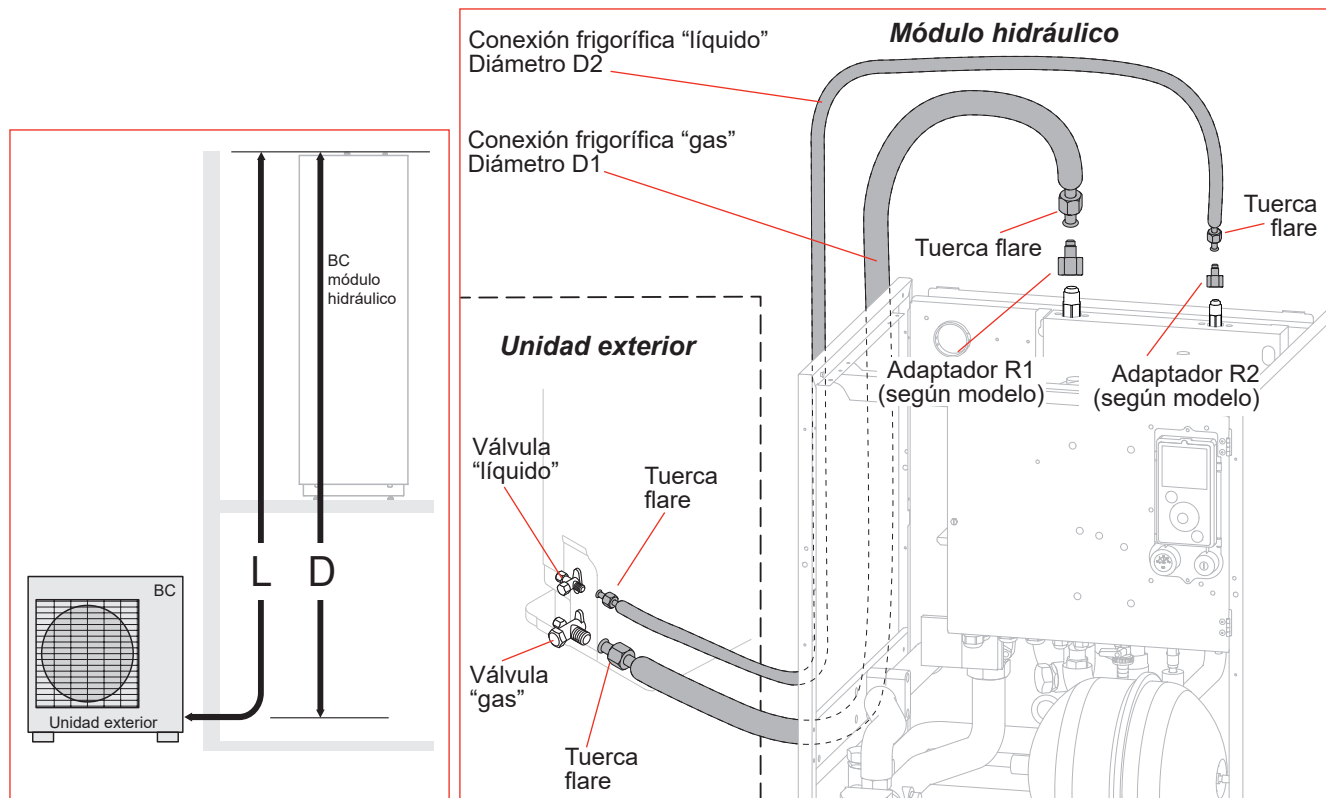

fig. 20 - Conexiones frigoríficas (diámetro y longitudes permitidas)
- Según el caso, conecte un adaptador (reducción) 1/4" - 3/8" o 1/2" - 5/8" (consulte fig. 20).